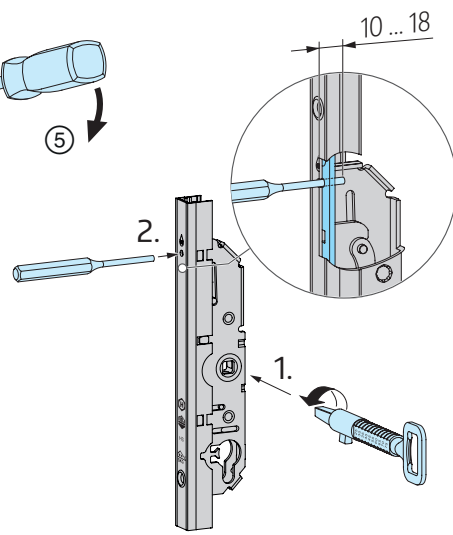

Abb. 22
Wichtig, siehe Abb. 22 auf Seite 38: Getriebe vor der Montage in Verschlussstellung (1) bringen und mit Durchtreiber Ø 4,5 (Gr. 4) oder ähnlichem arretieren (2).
Wichtig: Getriebe vor der Montage in Verschlussstellung (1) bringen und mit Durchtreiber Ø 4,5 (Gr. 4) oder ähnlichem arretieren (2); **Abb. 22**.